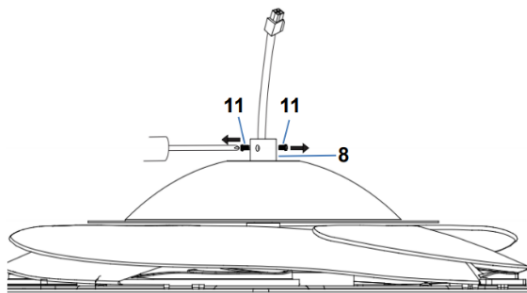

Abb. 4.2
2. Lösen Sie die Befestigungsschrauben (11) am Verbindungsstück der Deckenstange (8). (Abb. 4.2)